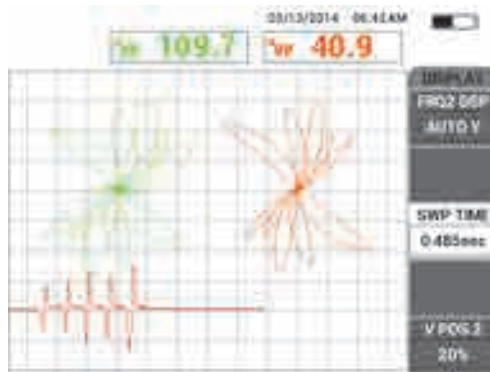

Рис. 5-148 Отображение ленточной диаграммы
1. В зависимости от требований контроля, измените параметры отображения для представления частоты 2 в виде ленточной диаграммы (развертки). Для этого, три раза нажмите клавишу меню DISP () и установите **FRQ2 DSP** (клавиша A) на **AUTO Y** (см. Рис. 5-148 на стр. 237).